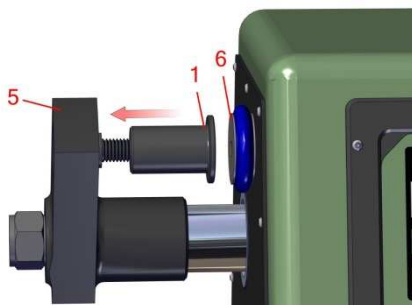

Figura 5.1.2
2. Instale el soporte ajustable de mordaza (Figura 5.1.2, Ítem 1) sobre el brazo movable de mordaza de la Máquina Universal de Ensayos (Figura 5.1.2, Ítem 5).
3. Elija las dos mordazas de compresión o las dos de corte. Alíñe las patas localizadas en la parte posterior de las mordazas con los agujeros ubicados en el brazo movable porta mordaza (Figuras 5.1.2, Ítem 5) y soporte estacionario de mordaza (Figura 5.1.2, Ítem 6). Suavemente deslice las mordazas sobre el brazo movable porta mordaza y el soporte estacionario de mordaza.